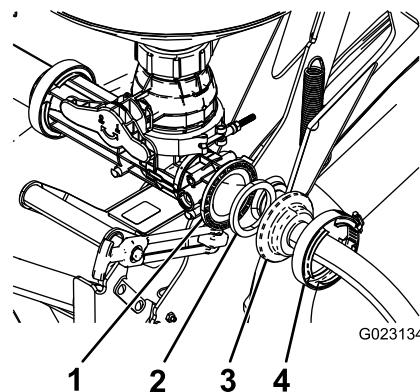

Figura 20
4. Prenda a extremidade do tubo de alimentação sem um anteparo na ranhura traseira na válvula do misturador utilizando a junta e a braçadeira de tubos (Figura 20).